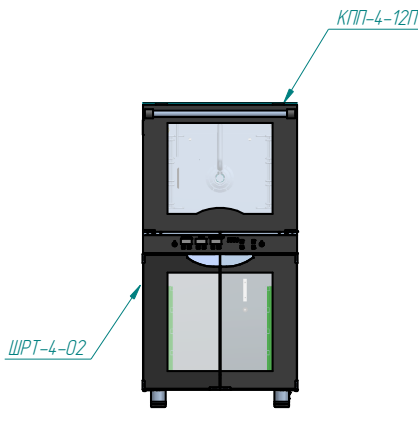

Рис.3
- на "Крышу" ШРТ-4-02 установить конвекционную печь КПП-4-12П (предварительно выкрутив четыре ножки см. Рис.3);